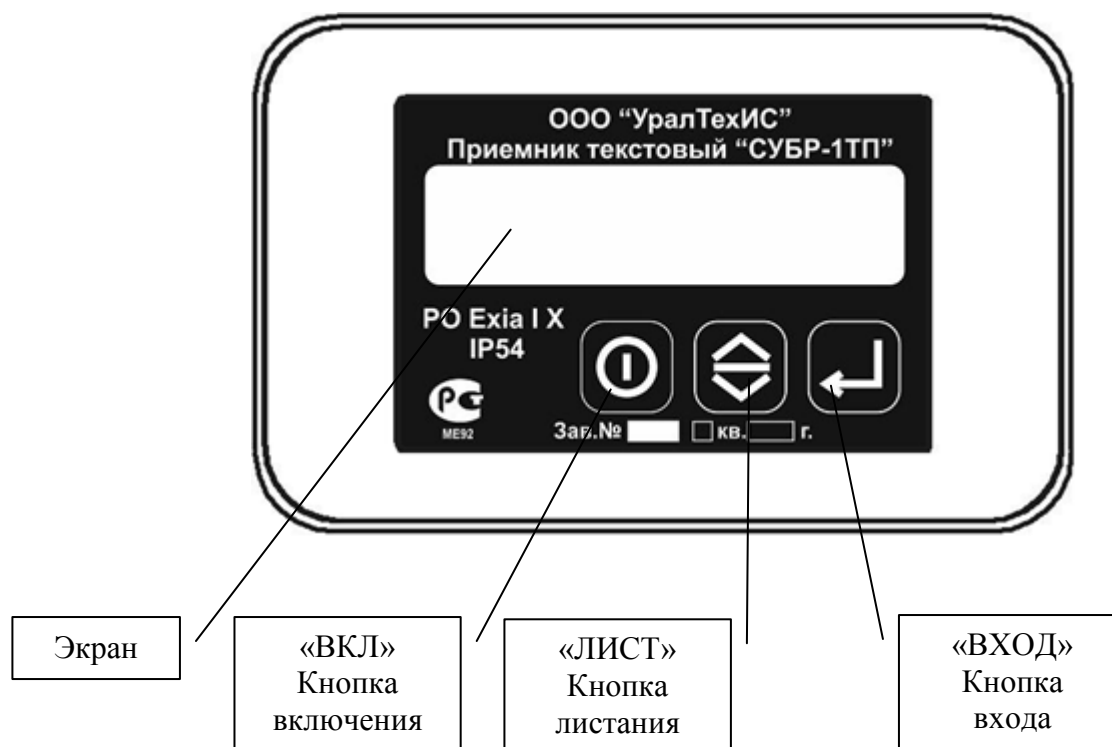

Рисунок 2. Внешний вид и назначение органов управления
1.4.1 Приемник конструктивно представляет собой параллелепипед, выполненный из ударопрочного материала, и состоит из крышки и корпуса, в которых располагается электронная плата и элемент питания. На лицевой панели расположен жидкокристаллический индикатор (ЖКИ) и три кнопки управления (рисунок 2).